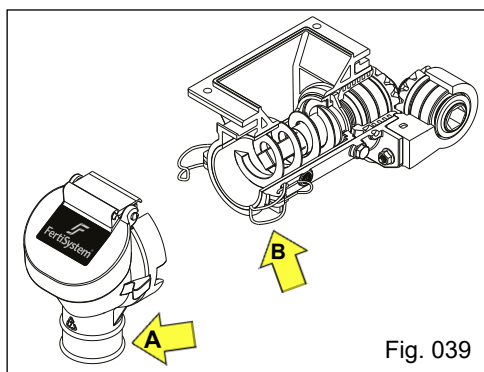

Fig. 039
a) Desmonte o bocal "A", através do engate rápido "B" (Fig. 039).